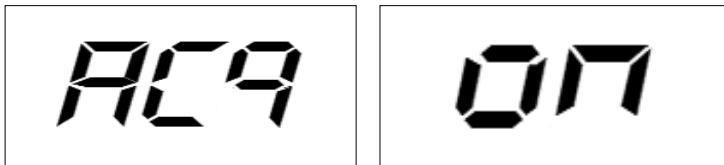

图 F3.10 - “获取功能开启”信息
- 2) 设置获取功能通过按动按键 [P2] 直到左侧窗口显示 ACq 字样，如图 F3.10 所示。开机时，此模式为默认。